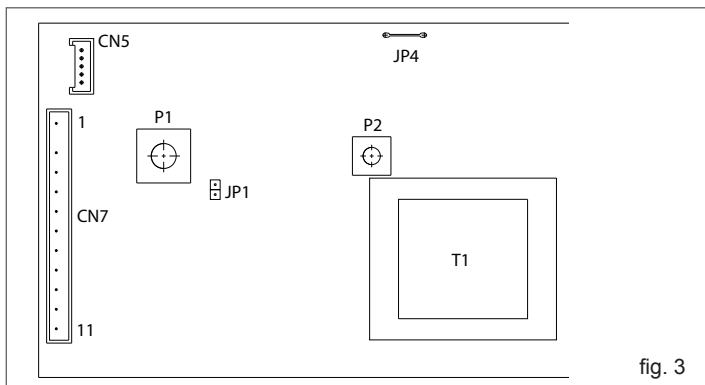

fig. 3
- en la tarjeta de control (fig. 3):